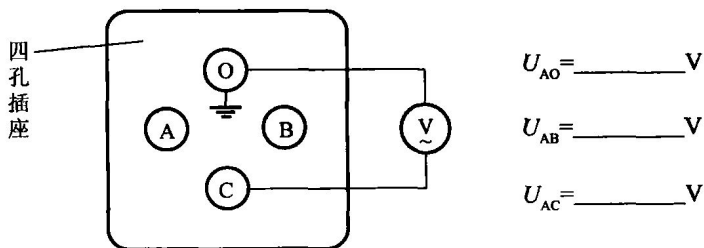

图 1.14 测量交流电压
(1) 将万用表转换开关置 500 V 交流挡。
(2) 如图 1.14 所示,分别测量交流电压 U_{AO} 、 U_{AB} 、 U_{AC} 。